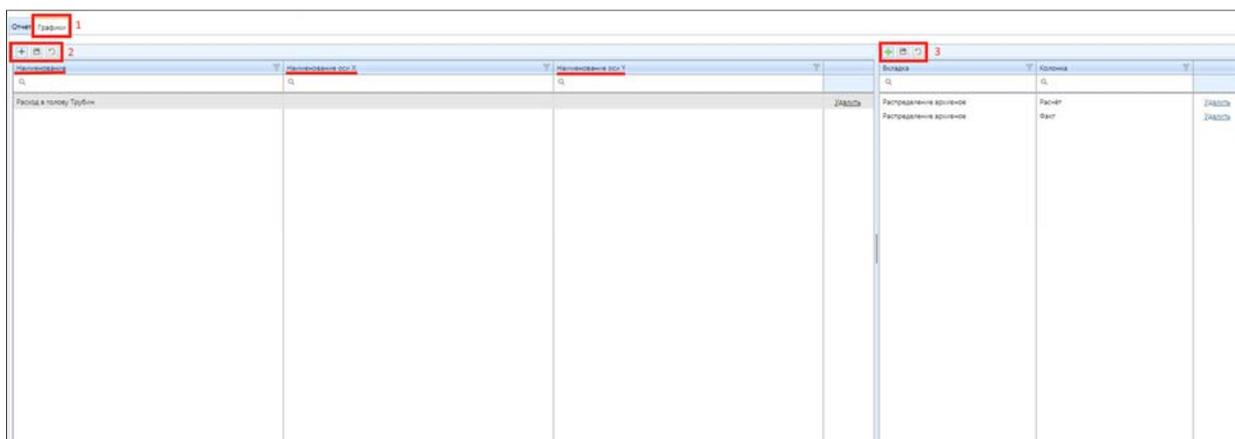

Рисунок 4.7.39 – Создание графиков в конструкторе отчетов
Администратору Системы доступна функция по созданию графиков в конструкторе сводных отчетов – (1) «Графики» (рис. 4.7.39).
1. добавить строку нажав кнопку (2) «Создать строку» (рис. 4.7.39);
3. нажать кнопку (2) «Сохранить изменения» (рис. 4.7.39).
Чтобы отменить действия нажмите кнопку (2) «Отменить изменения» (рис. 4.7.39).
1. нажать кнопку (3) «Добавить» (рис. 4.7.39). В правой части рабочей области появится список со всеми имеющимися колонками отчета;
3. после выбора нажимаем на кнопку (2) «Сохранить изменения» (рис. 4.7.39).